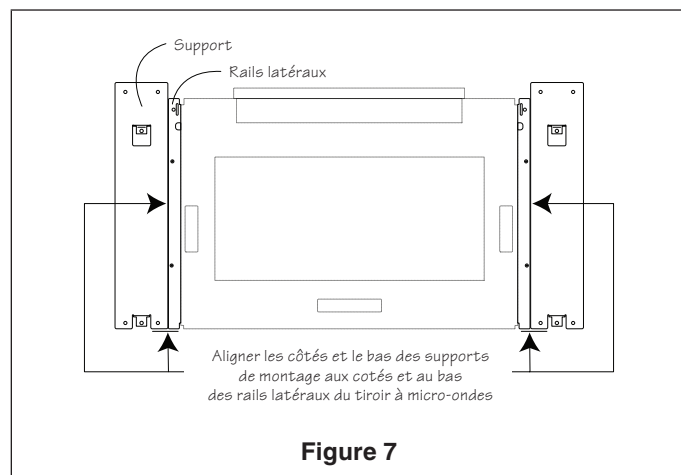

Figure 7
8. Aligner correctement les supports aux rails latéraux du four à micro-ondes. Voir la Figure 7.